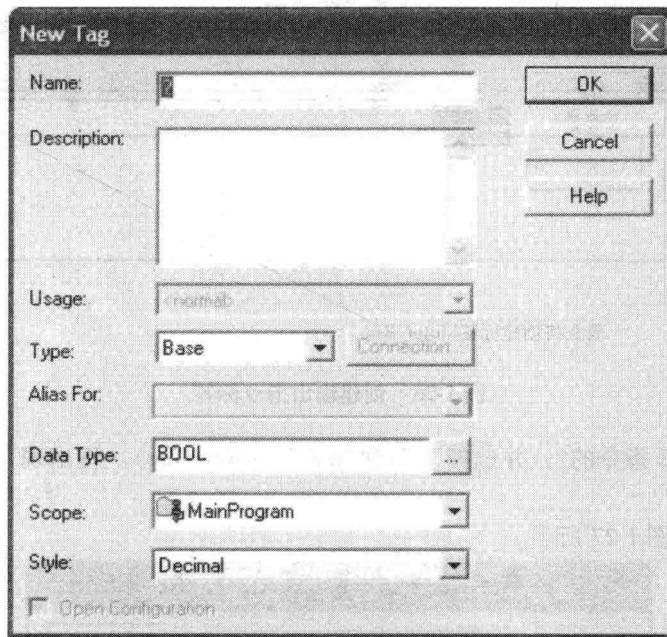

图 1-24 创建标签对话窗口
5. 右键单击 XIO 指令的?，并选择“新建标签”（New Tag）。将再次出现“新建标签”（New Tag）窗口，图 1-24 所示。